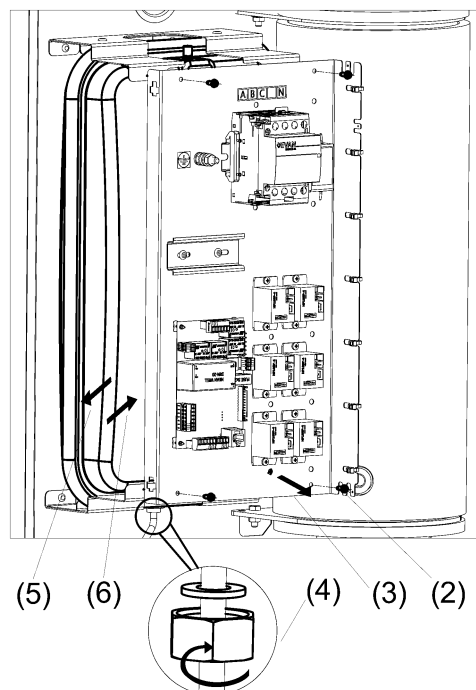

Рисунок 12. Замена расширительного бака
- (2) Открутите четыре самореза (см. рис. 12).
- (3) Снимите и уберите панель силовую с электрокомпонетами в сторону;
- (4) Открутите накидную гайку, соединяющую бак и трубопровод теплоносителя.
- (5) Извлеките бак из корпуса котла.
- (6) Установите новый бак взамен прежнего, используйте новую уплотнительную прокладку для накидной гайки.
- (7) Проверьте давление воздуха в расширительном баке. Давление воздуха должно быть в диапазоне (1,0÷1,5) бар. При необходимости отрегулируйте давление до нормы.
- (8) Закрутите накидную гайку соединяющую напорный трубопровод и бак. Выполните проверку герметичности соединения.
- (9) Установите панель силовую на штатное место.
- (10) Подсоедините провода к электрокомпонетам расположенных на панели силовой.